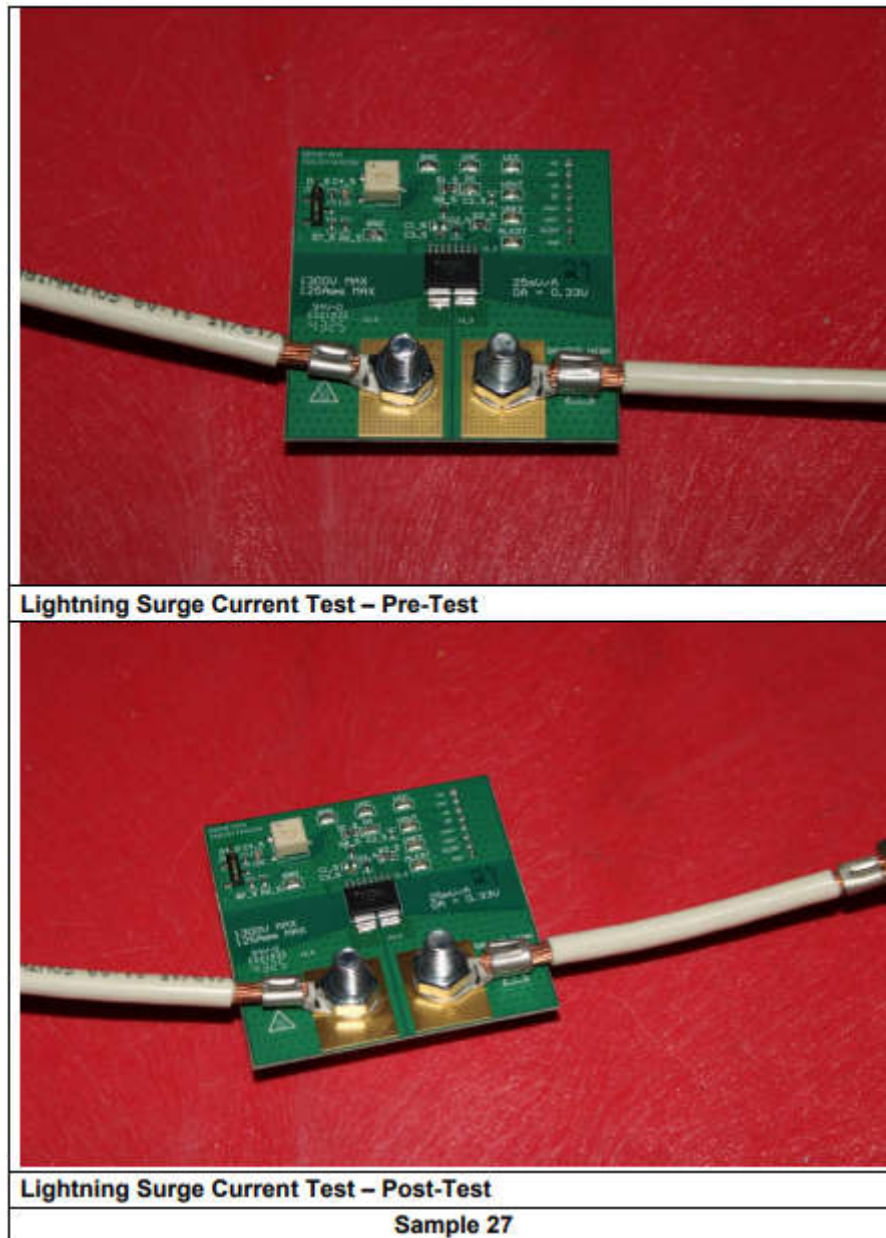

图 4. 施加应力前和施加应力后的 PCB 图像
- **物理损坏**：在所施加的任何电流级别下进行测试的任何器件均未出现明显的物理损坏。每个器件在施加应力前和施加应力后均拍摄了图像，两者之间没有明显差异。示例器件的施加应力前和施加应力后图像如图 4 所示。